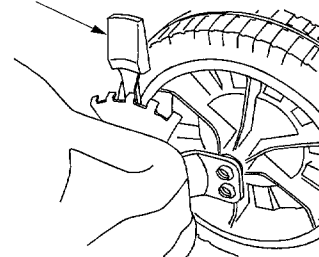

Figura 17
- En cada posición de la rueda hay una placa de ajuste y palanca accionada por el pulgar, para ajustar la altura de corte. Cada placa de ajuste tiene nueve posiciones de altura. La altura de corte cambiará si usted mueve la palanca accionada por el pulgar de un orificio al otro. Vea la Figura 17.